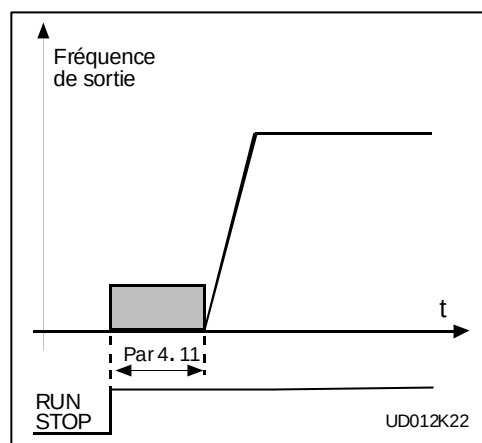

Figure 4.5-15 Temps de freinage à CC au démarrage.
- >0** Le freinage à courant continu est activé quand la commande de démarrage est donnée et ce paramètre définit le temps avant que le freinage soit relâché. Après que le freinage est relâché, la fréquence de sortie augmente selon le paramètre de fonction de démarrage réglé 4.6 et les paramètres d'accélération (1.3, 4.1 ou 4.2, 4.3), voir figure 4.5-15.